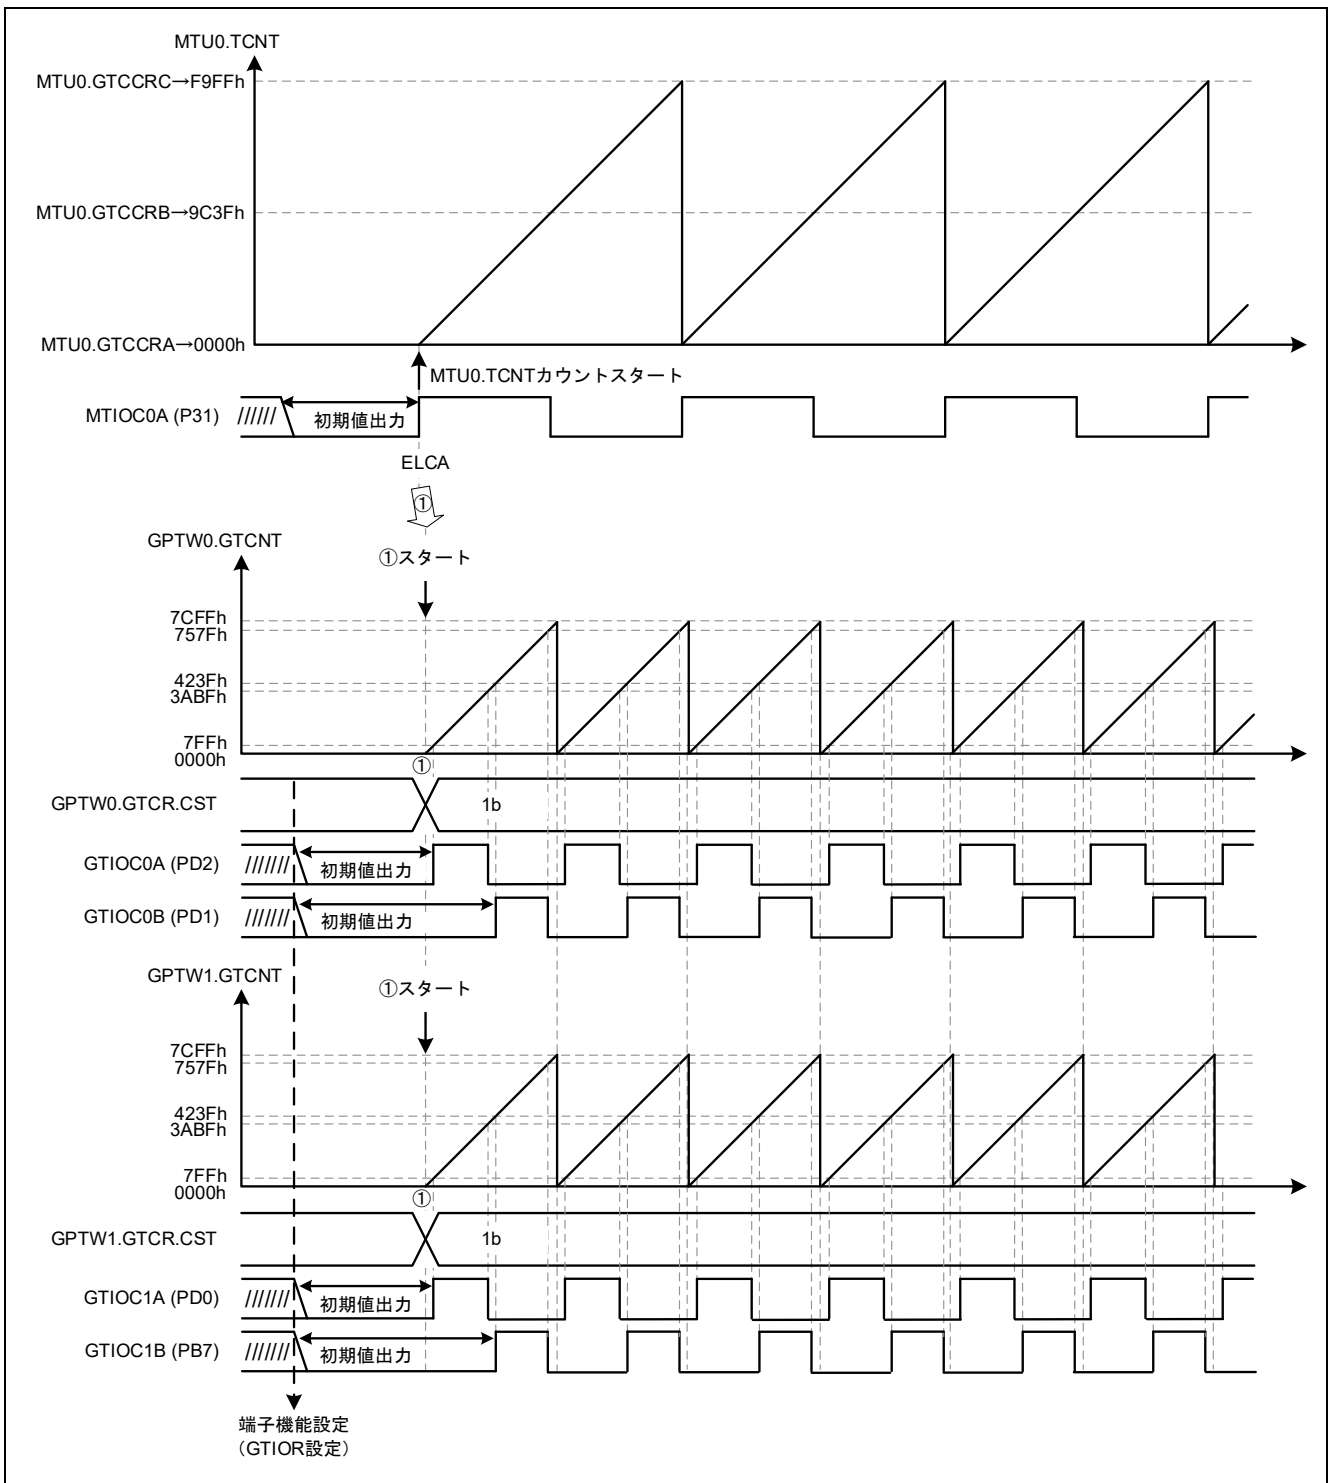

図 4-44 ELC イベント入力に MTU と GPTW の同期動作例
MTU0 のカウントスタート時に、GPTW0、GPTW1 を同期カウントスタートする動作例を図 4-44 に示します。
MTU0 の TGRA コンペアマッチ (TCNT カウント値 : "0000h") 発生時、ELCA イベント入力により GPTW0、GPTW1 の同期カウントをスタートします。(図 4-44 ①)。